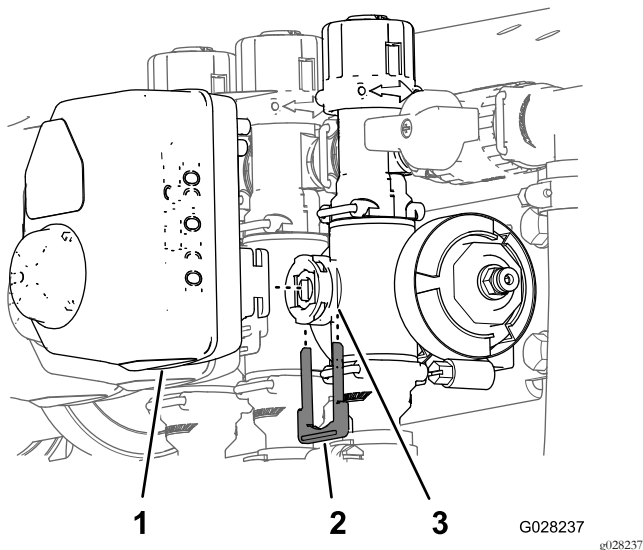

图111
3. 取下将致动器固定至喷洒率控制歧管阀、搅拌、主喷洒臂或喷洒臂段阀的卡环图111。